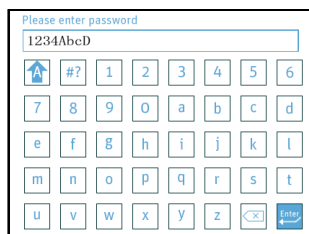
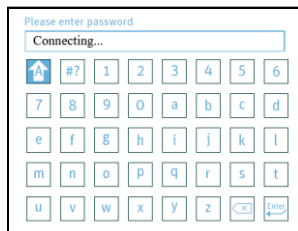

Fig. 16-10
Fig. 16-11
(4) După ce a fost găsită rețeaua WiFi dorită, apăsați **butonul rotativ** . Rotiți **butonul rotativ**  pentru a selecta această rețea WiFi. Apăsați **butonul rotativ**  pentru a accesa interfața de introducere a parolei WiFi. Parola are o lungime de cel puțin 8 caractere și poate conține litere mari și mici în limba engleză și cifrele 0 ~ 9, așa cum se arată în Fig. 16-10. După introducerea parolei, rotiți **butonul rotativ**  până când cursorul rămâne pe **tasta de confirmare** . Apăsați **butonul rotativ**  pentru a vă conecta la rețeaua WiFi, așa cum se arată în Fig. 16-11. În acest moment, utilizatorul nu trebuie să efectueze nicio operațiune și trebuie să aștepte 0 ~ 15 secunde pentru rezultatul conexiunii.